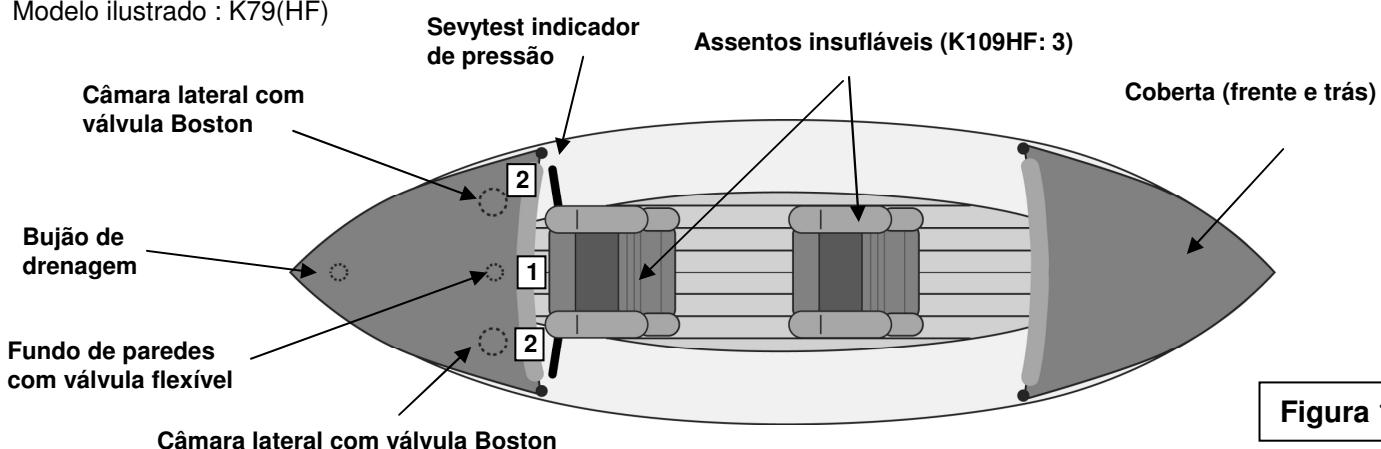

Figura 1
- a) Válvula(s) Boston (figura ao lado): desaparafuse a tampa da válvula (1), aparatuse o corpo da válvula (2) na base da válvula (3); mantenha esta a tampa acessível. Introduza a extremidade do tubo da bomba na válvula e enche até atingir o nível de pressão recomendado (ver ponto 3). Após o enchimento, fechar bem todas as válvulas com as suas tampas (nos sentidos dos ponteiros do relógio). **N.B.:** uma ligeira fuga de ar antes do fecho das válvulas com as suas tampas é normal. **Apenas a tampa das válvulas assegura a ESTANQUIDADE.**
2. Encha de ar o produto segundo a ordem de enchimento indicada na placa de matrícula impressa no produto (ver igualmente a figura 1, a numeração das válvulas).